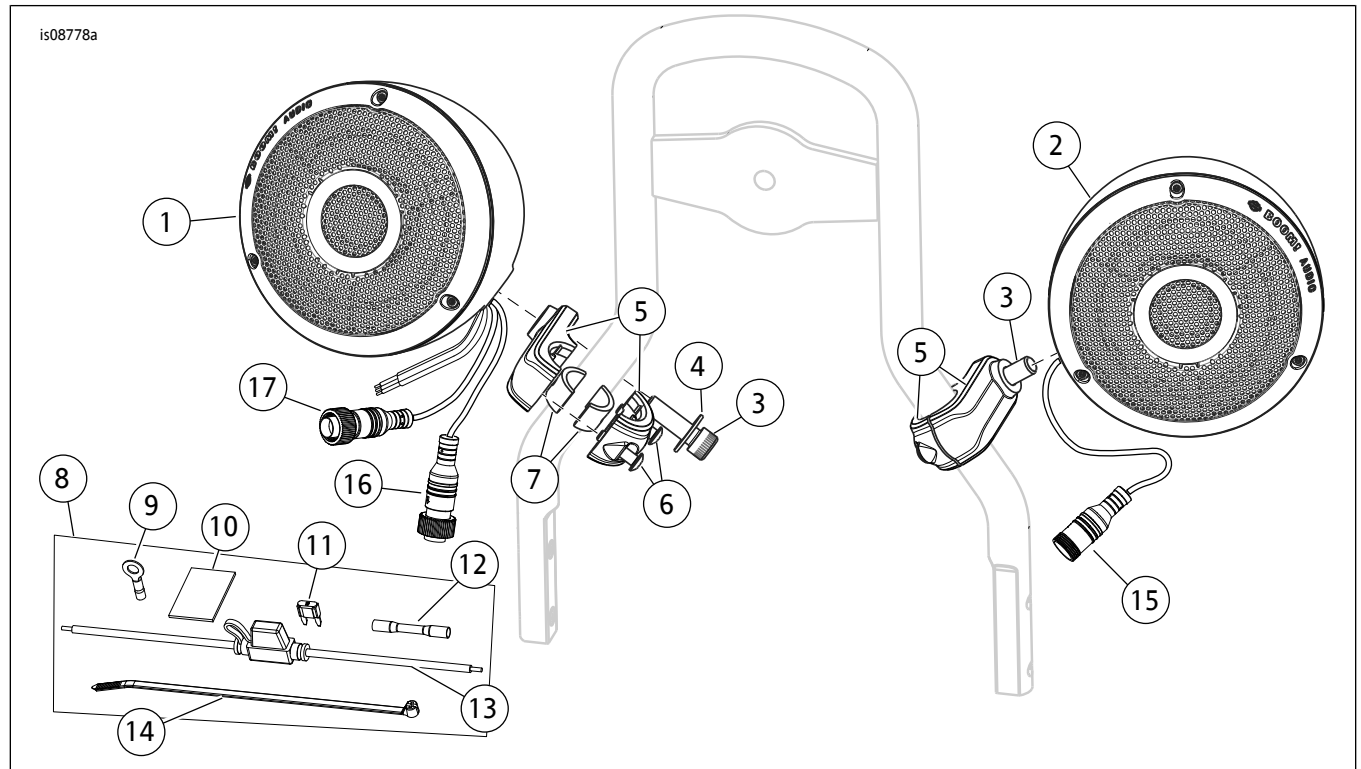

图1。维修零件：直靠背安装式扬声器套件
参见图1及表1。
- 参见图1。扬声器舱(1)具有三个电气连接器，安装在直靠背的右侧。扬声器舱(2)具有一个电气连接器，安装在直靠背的左侧。
- 图1。小圆形直靠背需要隔块(7)和夹具(5)。方形直靠背使用夹具(5)。夹具上有方形开口。大圆形直靠背使用夹具(5)。